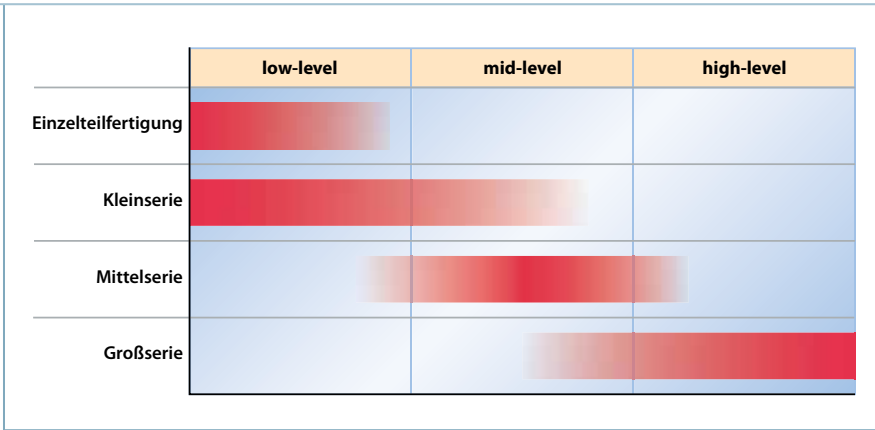

Bild 4. Gegenüberstellung Level-Struktur und Fertigungsmenge
**Lösung:** APQP sofort komplett umzusetzen, ist nicht zielführend. Um eine schrittweise Einführung von APQP zu ermöglichen, wurden im Projekt die APQP-Schritte bewertet. Das Ergebnis ist eine Level-Struktur mit drei Umsetzungsstufen (Bild 4):
eher als weiterführende Elemente angesehen werden können (Bild 4). Desweiteren kann abgeleitet werden, welche APQP-Inhalte durch Kunden der unterschiedlichen Branchen gefordert werden sollten und welche nicht zwingend erforderlich sind.